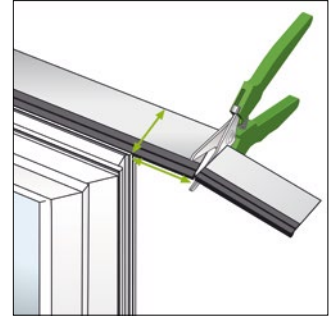

Bild 7: Folie im Eckbereich mit einem Breitenüberstand abschneiden
- Folie auf der ganzen Seite des Fensters einbringen. Im Eckbereich die Folie, mit einem Überstand der Folienbreite, abschneiden (Bild 7).